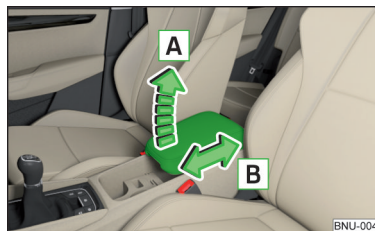

Abb. 83
- › Zur **Höheneinstellung** die Armlehne in Pfeilrichtung **A** in eine der Raststellungen anheben » Abb. 83.